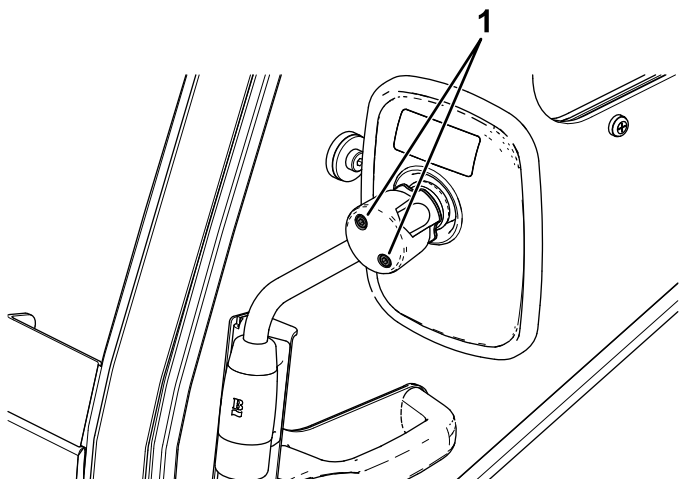

Bild 7
9. Ziehen Sie die Schrauben hinten am Spiegel an, um den Spiegel am Spiegelarm zu befestigen (Bild 7).